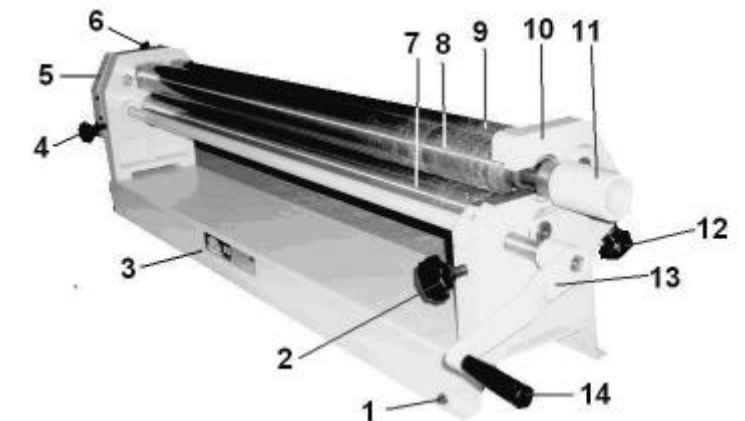

Рис. 1
6. УСТРОЙСТВО (Рис. 1)
7. МОНТАЖ (Рис. 1)
Как показано на Рис. 1, переустановите ручку(13) рукояткой (14) наружу, положение закрепите винтом фиксации ручки (13).
9. РАБОТА (Рис. 1)